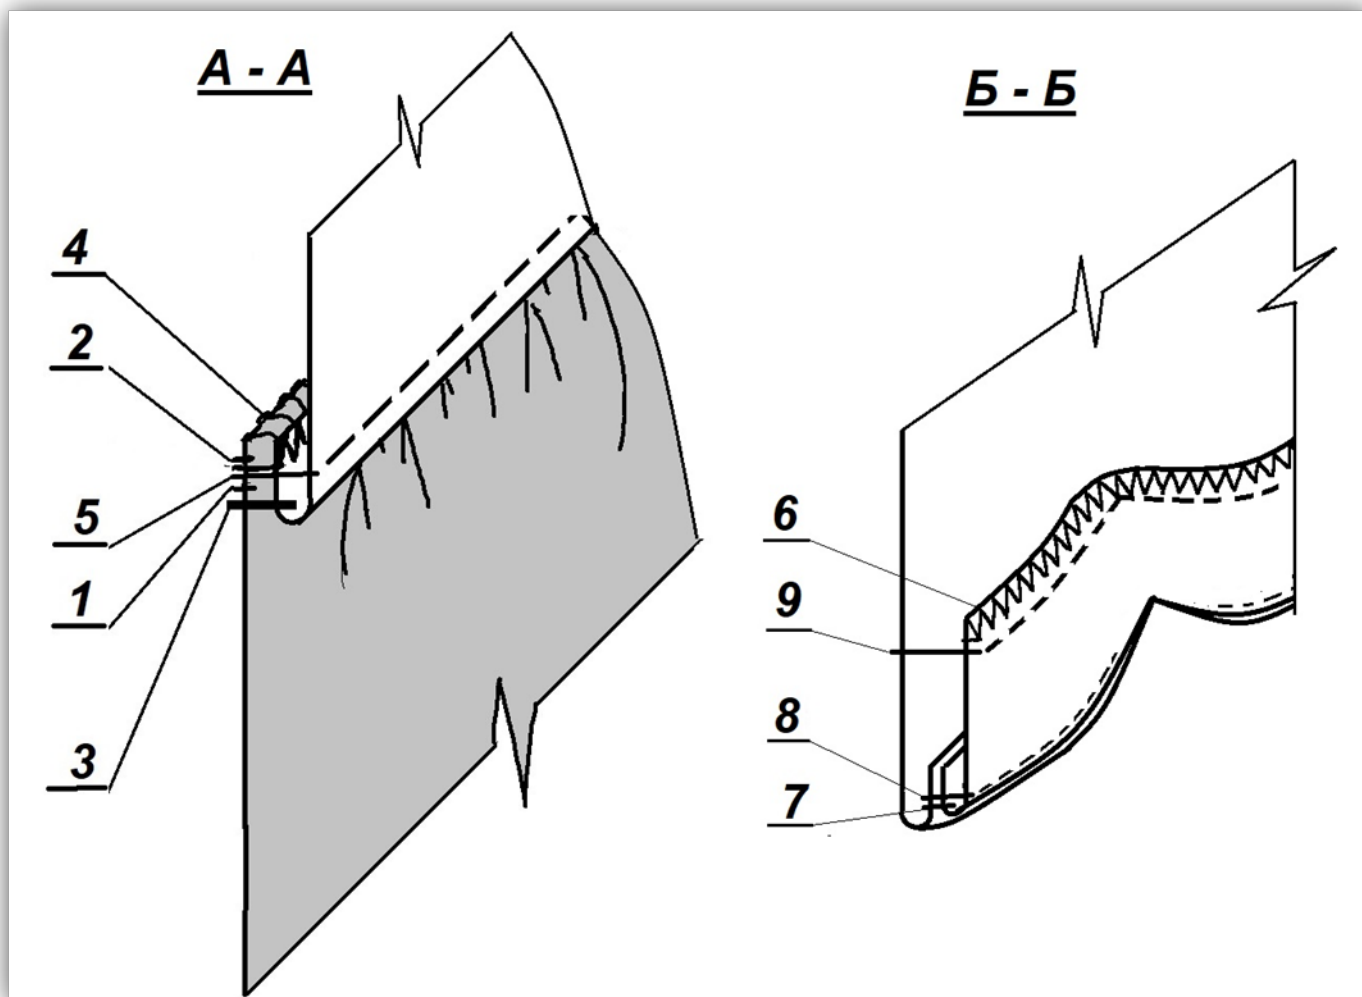

Рисунок 2 – Схема соединения кокетки и обработки низа ППЮ
2) При пошиве можете воспользоваться рекомендованной технологической последовательностью изготовления, приведенной ниже (стр. 7), а также схемой обработки (стр. 8, рис. 2), или применить свой метод изготовления, не ухудшающий качество и полностью соответствующий заданному внешнему виду фрагмента модели женского платья.
1. Проложить две сборкообразующие строчки вдоль верхнего среза переднего полотнища юбки (ППЮ) на расстоянии 0,9 см (при ширине шва 1,0 см) и 0,5 см. Закрепку в конце строчек не выполнять, оставить нитки длиной примерно 10 см для стягивания строчки при формировании сборки (рис. 2, стр. 1 и 2)
4. Притачать кокетку к верхнему срезу ППЮ, совмещая надсечки, ш. шва 1,0 см, прокладывая строчку на расстоянии 0,1 см от сборкообразующей строчки (рис. 2, стр. 3)
5. Обметать шов притачивания кокетки к ППЮ (рис. 2, стр. 4)
7. Проложить отделочную строчку по кокетке вдоль шва притачивания на расстоянии 0,5 см (рис. 2, стр. 5)
8. Обметать внутренний срез обтачки низа ППЮ (рис. 2, стр. 6)
9. Обтачать срез низа ППЮ обтачкой, совмещая лицевые стороны (рис. 2, строчка 7), ширина шва 0,7 см.
10. Настрочить обтачку среза низа на шов обтачивания, не доходя до угла примерно 3 см. (рис. 2, строчка 8), ш. шва 0,1-0,2 см.
13. Проложить отделочную строчку вдоль низа ППЮ на расстоянии 2,5 см (рис. 2, стр. 9)